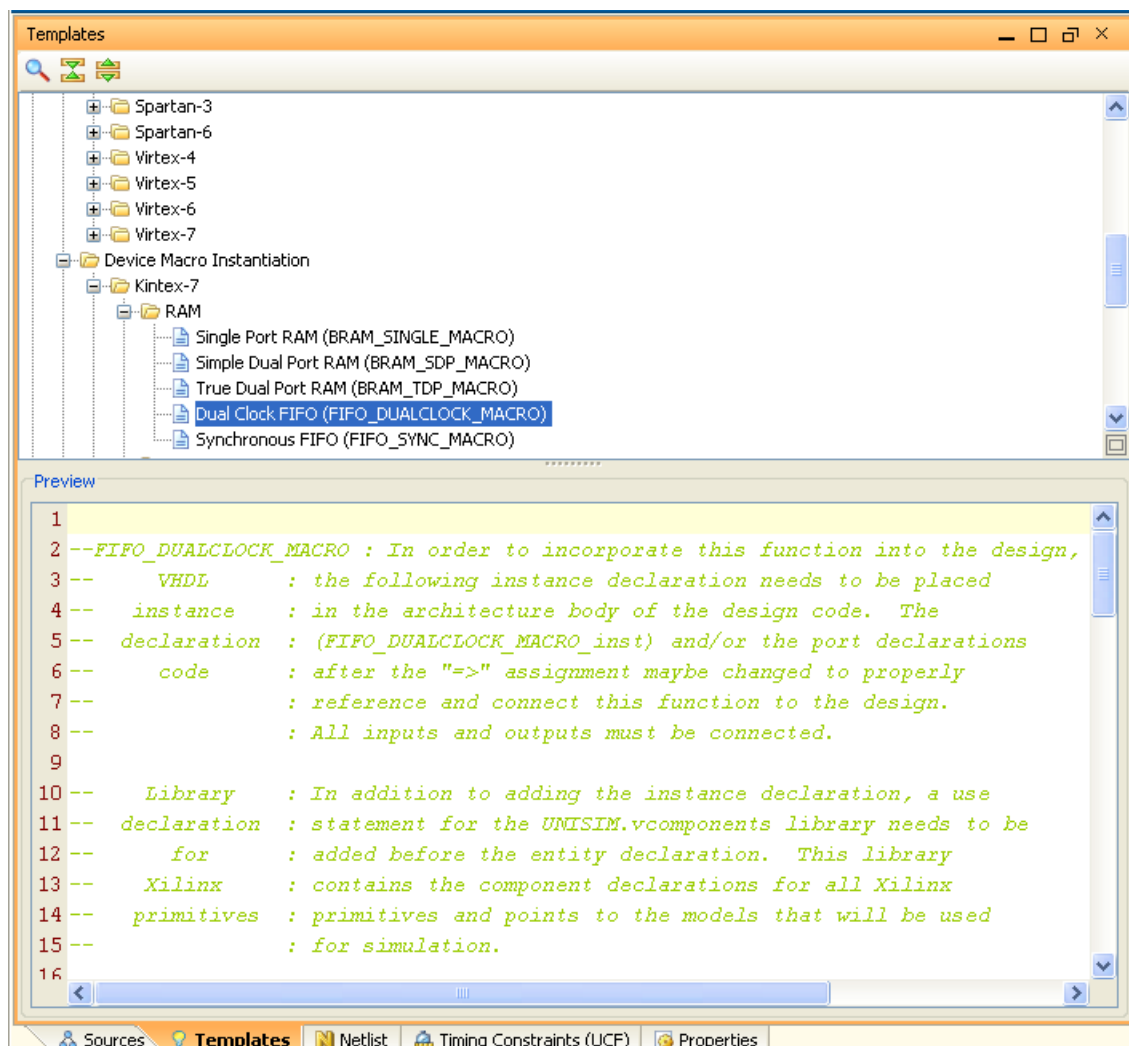

図 4-68：言語テンプレート
PlanAhead では、標準的な Verilog および VHDL 言語テンプレートと UCF 制約テンプレートが提供されており、ロジック構文やデザイン制約の定義に使用できます。選択したテンプレートは、テキスト エディターで開いているファイルにインスタシエートできます。図 4-68 に、[Templates] ビューにテンプレートを開いた状態の例を示します。
2. [Templates] ビューの [VHDL]、[Verilog]、または [UCF] フォルダからテンプレートを選択します。図 4-68 は、ザイリンクスの提供するテンプレート例を示しています。